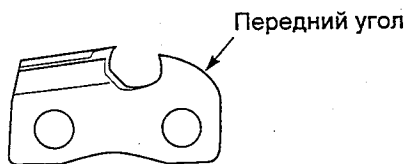

Рис. 23. Закругление переднего угла шаблона
3. Снимите инструмент для измерения глубины. Плоским напильником закруглите передний угол шаблона (рис. 23).